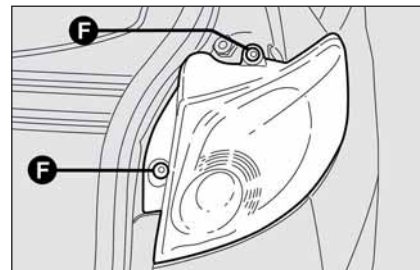

fig. 32
- dévisser les deux vis **F-fig. 32** et enlever le groupe;